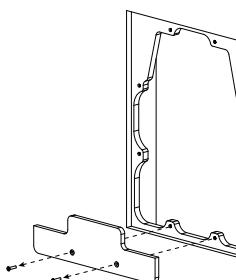

Fig. 12e
- Enlevez la butée de positionnement en retirant les vis qui le tiennent en place; jetez-le (Fig. 12e).